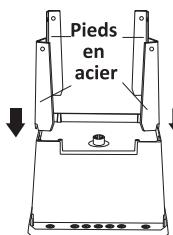

Fig. 1
- Lorsque le bac est toujours à l'envers, insérez les 4 pieds en acier dans chaque douille d'angle (voir la fig. 1).